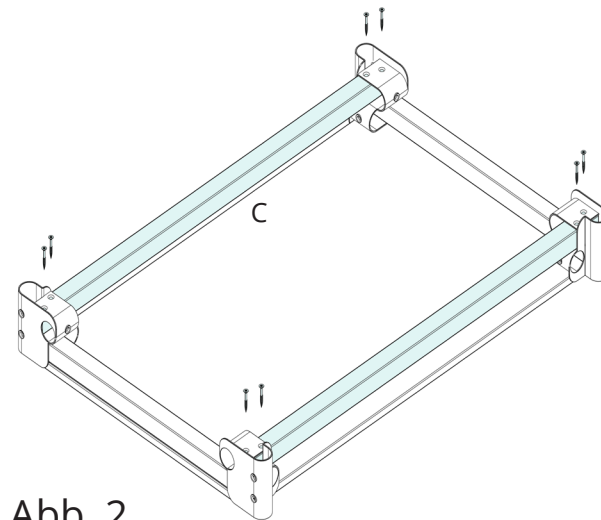

Abb. 2
- Gemäss Abb.2 die längs liegenden Vierkanthölzer verschrauben.